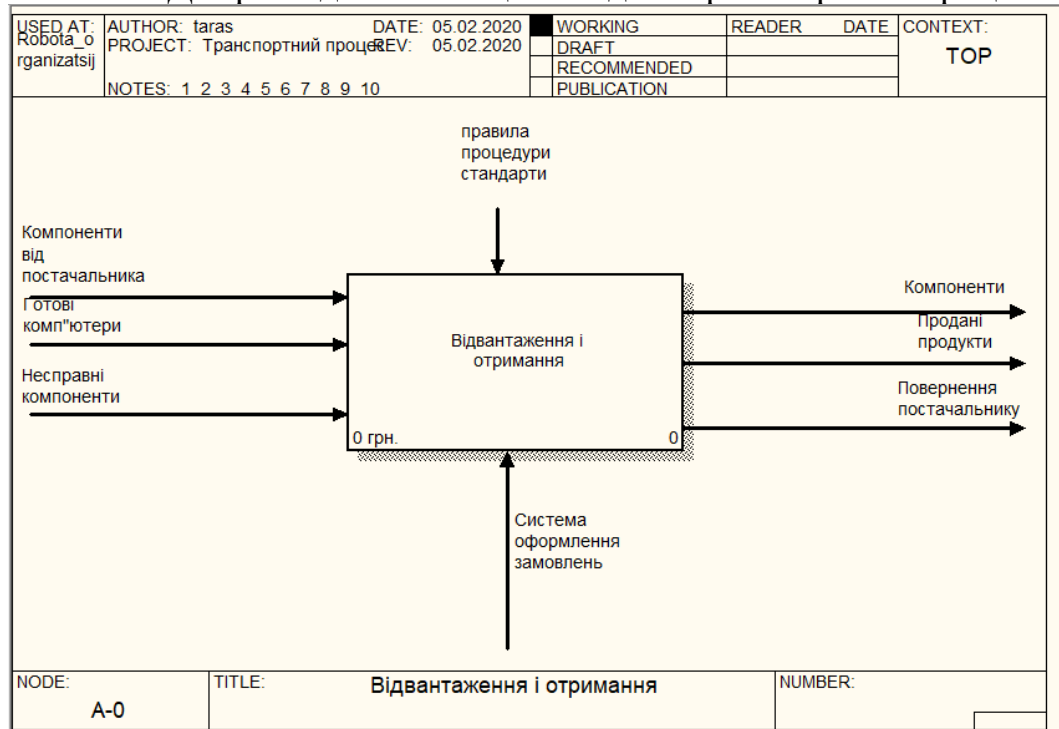
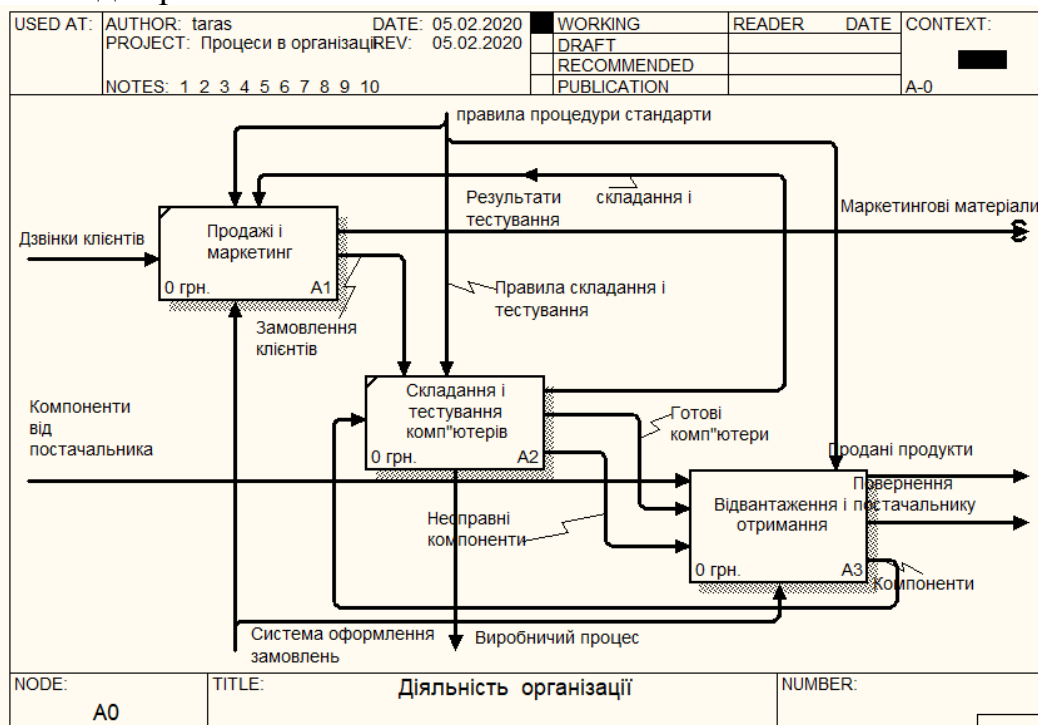

Рис. 13. Уточнена контекстна діаграма моделі Транспортний процес.
Рис. 14. Результуюча модель після виконання процедури злиття.
- 4) Проведіть процедуру злиття моделей із використанням моделей Процеси в організації (вихідна модель на Рис. 10) і Транспортний процес (Рис. 13). Для цього обидві моделі мають бути відкриті в BPwin. Виберіть на діаграмі вихідної моделі роботу “Відвантаження і отримання” і в контекстному меню команду Merge Model. В діалоговому вікні виберіть опцію Cut/Paste Entire Dictionaries. Для роботи “Відвантаження і отримання” зникає стрілка виклику і вона стає декомпонованою роботою. У результуючій діаграмі тунелюйте і зв’яжіть стрілки як зображено на Рис.14, зокрема, стрілка Компоненти, яка